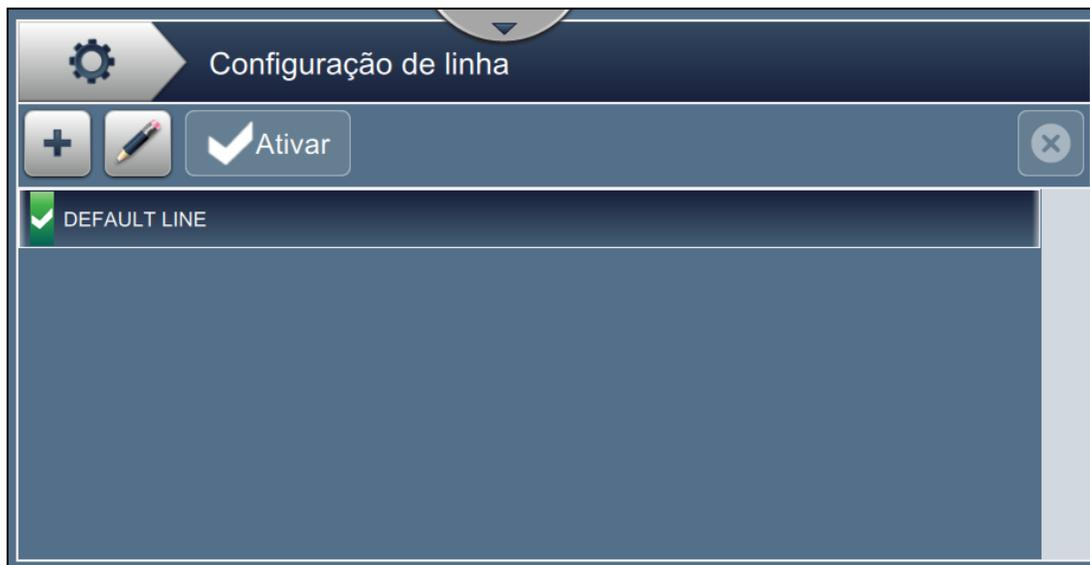

Figura 6-5: Configuração de linha
1. Toque no botão  na tela Ferramentas. A tela Configuração de linha é aberta, como mostra a Figura 6-5.